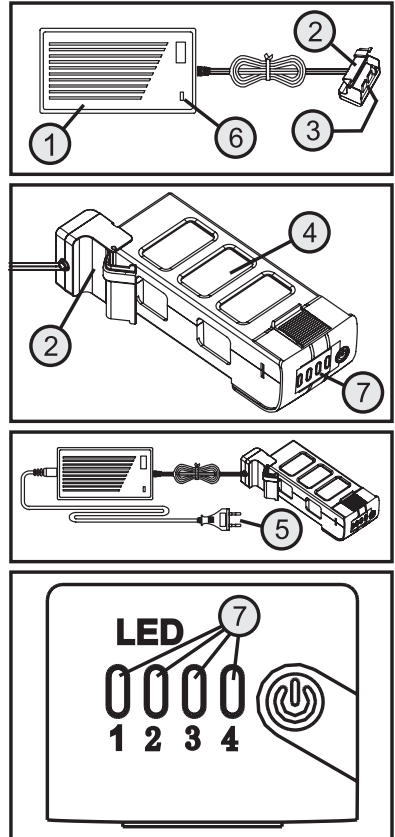

Figure 5
Raccordez la batterie de propulsion (4) à l'adaptateur de charge conformément aux deux figures centrales sur la figure 5.
Pour une plus grande clarté, le câble de raccordement de l'adaptateur de charge est enroulé sur la figure 5. Avant le premier cycle de charge, vous devez toutefois retirer les serre-câbles puis dérouler le câble de l'adaptateur de charge avant de l'utiliser.